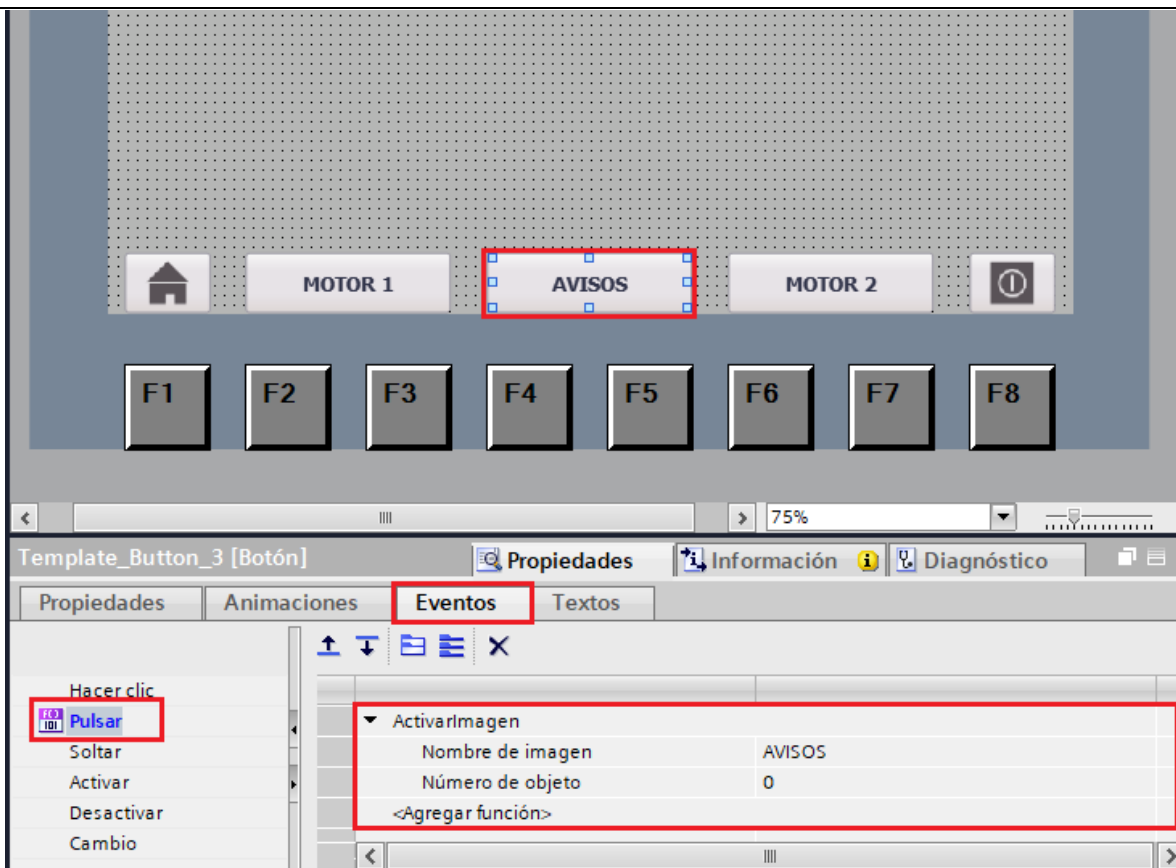

Figura 36. Configuración botón AVISOS.
- En “Nombre de imagen” seleccionar “AVISOS” (ver Figura 36).